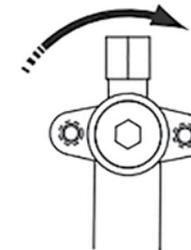

Рис. 5.27
4. С помощью заглушек закройте все отверстия со стороны жидкости (газа), кроме отверстия внутреннего блока, который находится дальше всего от наружных блоков ("Внутренний блок А" на рис. 5.27).